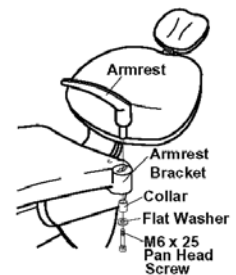

Fig.3-9 Fixing Armrest
(13) Fixez l'accoudoir au support accoudoir (Fig 3-9)